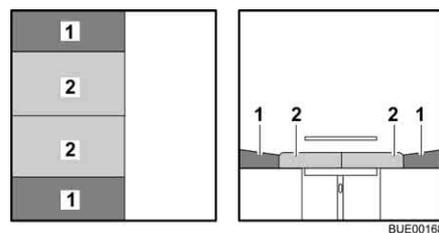

Bild 79 Nach dem Umbau
- Die Sitzpolster (Bild 79,2) zur Mitte ziehen.
- Die Rückenpolster (Bild 79,1) zwischen die Sitzpolster und die Wand legen.